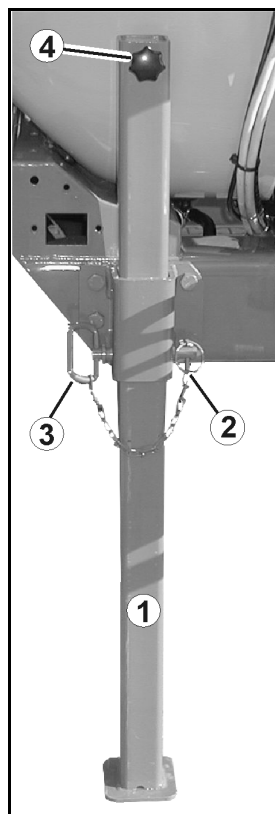

Fig. 38
1. Loosen linchpin (Fig. 38/2).
2. Pull out pin (Fig. 38/3).
3. Raise/lower stand using handle (Fig. 38/4).
### Stand adjustable (Fig. 38 /1) :